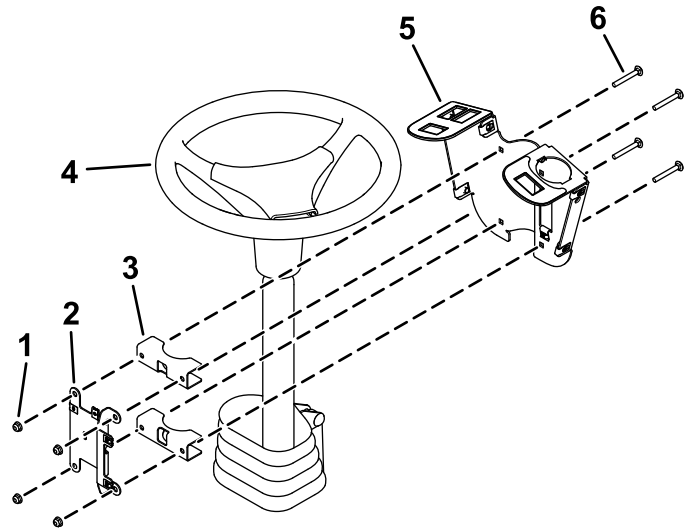

Figura 4
1. Montate senza serrare il supporto dell'interruttore attorno al piantone di sterzo con 4 bulloni a testa tonda (1/4" x 2"), 2 staffe di montaggio, una piastra di supporto fusibili e 4 dadi di bloccaggio (1/4") come mostrato nella Figura 4.